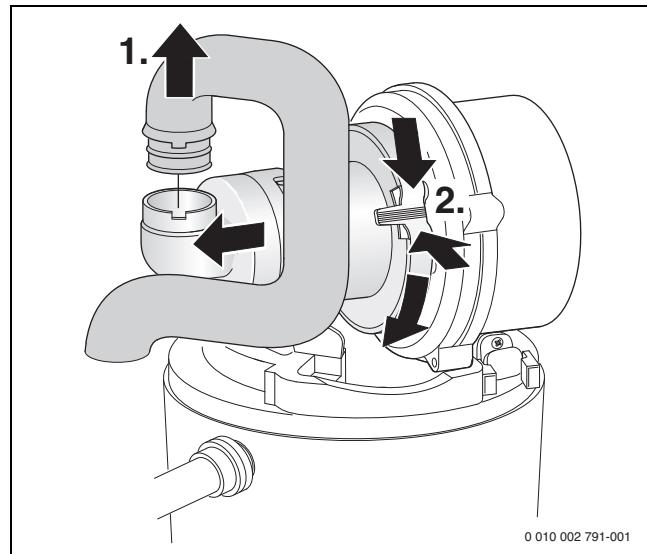

Рис. 56 Демонтаж всасывающей трубы и смесительного устройства
- Демонтируйте смесительное устройство (→ рис. 56).